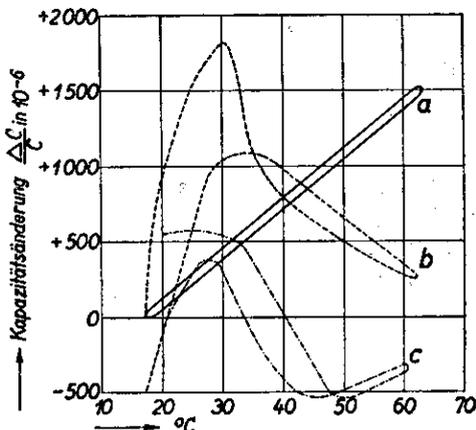

Abbildung 3
**TEMPERATUR-ABHÄNGIGKEIT DER KAPAZITÄT.** Bei Glimmer-Kondensatoren ist der Temperaturgang nicht linear wie bei den keramischen Kondensatoren8). Abb. 3 zeigt den Temperaturgang von zwei hochwertigen, feuerversilberten Glimmer-Kondensatoren im Vergleich zu einem Röhren-Kondensator aus Tempa S. Die Darstellung läßt erkennen, daß die Alterung der beiden Glimmer-Kondensatoren nach einmaliger Temperaturschleife beträchtlich ist.